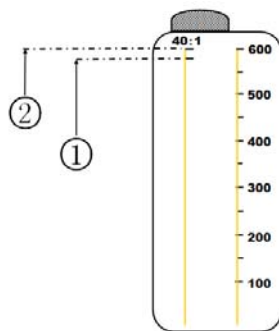

Fig.7
1. Pressez plusieurs fois la poire d'amorçage jusqu'à ce que le carburant afflue dans la poire. (Fig.7)